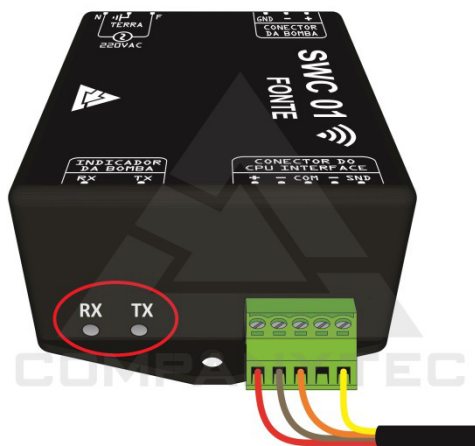
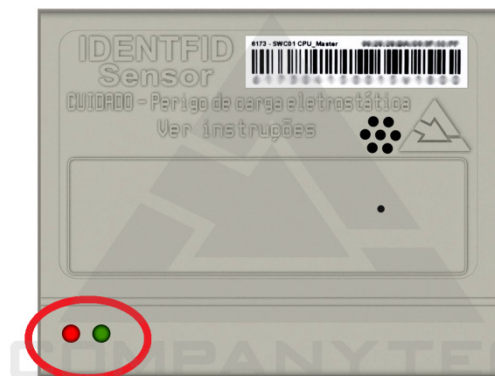

Figura 31 - Leds do SWC01 Fonte
Figura 32 - Leds do SWC01 CPU Master
- Ao energizar a bomba/dispenser o SWC01 Fonte vai energizar o SWC01 CPU Master e o(s) IDF05 Sensor Hart, caso este(s) tenha(m) sido instalado(s). O Led Verde do SWC01 CPU Master e o Led TX do SWC01 Fonte, destacados na Figura 31 - Leds do SWC01 Fonte e na Figura 32 - Leds do SWC01 CPU Master, irão piscar simultaneamente por 3 vezes e o